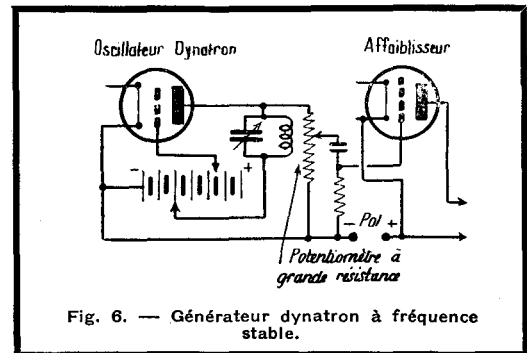

Fig. 6. — Générateur dynatron à fréquence stable.
La première application qui semble en avoir été faite, c'est le *dynatron*, ou oscillateur sans circuit d'entretien ; ce montage est extrêmement utile pour la mesure des impédances de circuits oscillants (3), mais il permet en outre, s'il est bien monté, de réaliser un oscillateur extrêmement stable en particulier en basse fréquence. Si l'on veut obtenir une tension de sortie variable sans perturber la fréquence initiale, on adoptera le montage de la figure 6.